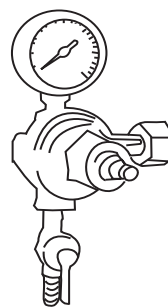

Figure 9
- Assurez-vous que le robinet d'arrêt secondaire (illustré en position ouverte dans la figure 9) est fermé. Pour ouvrir le robinet principal de la bouteille de CO2, tournez-le lentement dans le sens contraire des aiguilles d'une montre jusqu'à ce qu'il soit complètement ouvert.